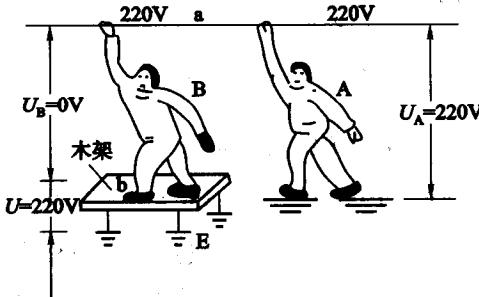

图 1-2 例 1-1 示意图
**例 1-1** 如图 1-2 所示有 A, B 两人，A 站在地面上，手触摸 220V 导线 a；B 站在干燥的木架 b 上，手触摸 220V 导线 a。试问：
- (1) A, B 两人手、脚的电位是多少？
- (2) A, B 两人手、脚所承受的电压是多少？
- (3) 木架所承受的电压是多少？